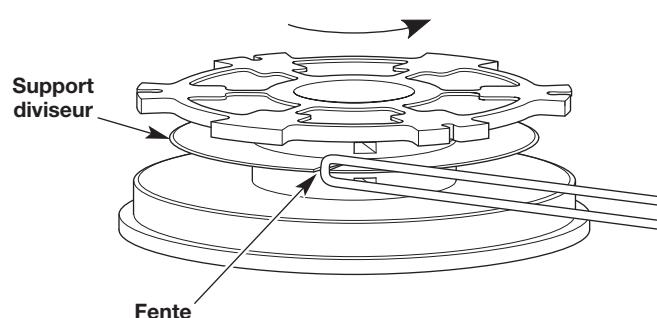

Fig. 14
- Insérez la boucle dans la fente du support diviseur (Fig. 14). Enroulez le fil de façon serrée dans le sens illustré sur la base du moulinet, jusqu'à ce qu'il vous reste environ 150 mm (6 po.) de fil. Maintenez la moitié supérieure du fil au-dessus du support diviseur et la moitié inférieure du fil en-dessous du support diviseur.